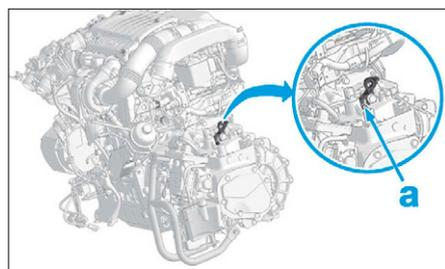

FIG. 9
- À l'aide d'une grue d'atelier, élinguer en (a) la boîte de vitesses (Fig.9).